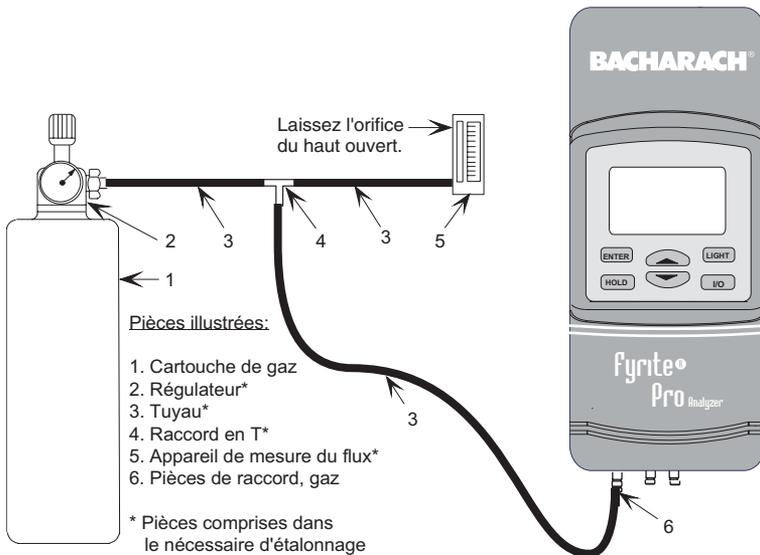

Figure 5-1. Ensemble du branchement d'étalonnage
5. Branchez le tuyau du nécessaire d'étalonnage dans la prise de l'analyseur et ajustez l'excès de débit sur le régulateur à 2 SCFH (Voir Fig. 5.1).
4. Programmez le nécessaire d'étalonnage à 500 ppm de CO dans l'air tel que décrit dans le manuel d'instructions fourni avec le nécessaire (Voir Fig. 5.1).